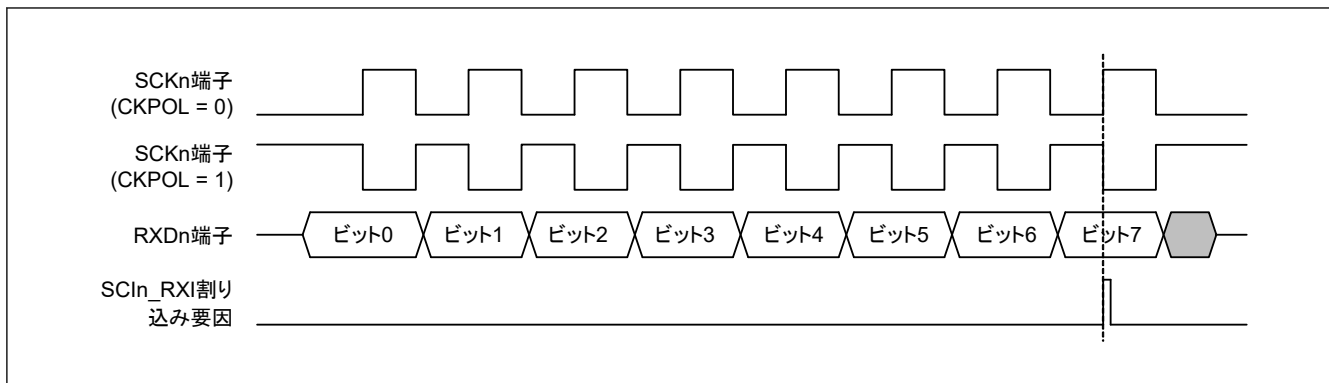

図 30.124 簡易 SPI モードにおける SCIIn_RXI 割り込みの発生タイミング (クロック遅れあり)
- クロック遅れあり (SPMR.CKPH ビット = 1) では、図 30.124 に示すように、SCKn 端子の最終クロックエッジ手前のクロックエッジで受信データフル割り込み (SCIn_RXI) が発生します。SCR レジスタの TE ビットと RE ビットを SCKn 端子の最終クロックエッジより前に 0 にすると、SCKn 端子出力がハイインピーダンスとなり、送受信クロックの最後のクロックパルス幅が短くなります。また、SCIn_RXI 割り込みの発生によって、SCKn 端子の最終クロックエッジより前に接続先スレーブの SSn 端子入力信号が High になった場合、スレーブが誤動作する可能性があります。